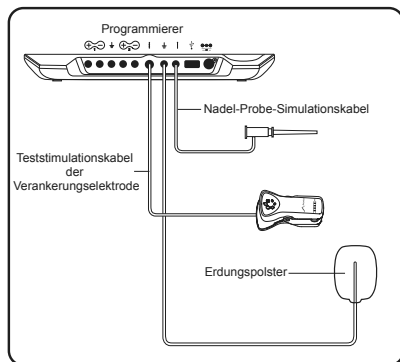

Abbildung 4. Programmiergerät-Kabelanschlüsse für das Elektrodenimplantatverfahren
- e. Den schwarzen Stecker in den CP-Masse ($\perp$) neben dem Nadelteststimulationskabel stecken (**Abbildung 4**).
7. Den schwarzen Stecker des Nadelteststimulationskabels außerhalb des sterilen Felds in das Programmiergerät stecken (**Abbildung 4**). Halten Sie das Clip-Ende des Kabels im sterilen Bereich.
9. Den grauen Stecker des Teststimulationskabel der Verankerungselektrode außerhalb des sterilen Felds in das Programmiergerät stecken (**Abbildung 4**). Halten Sie das Clip-Ende des Kabels im sterilen Bereich.